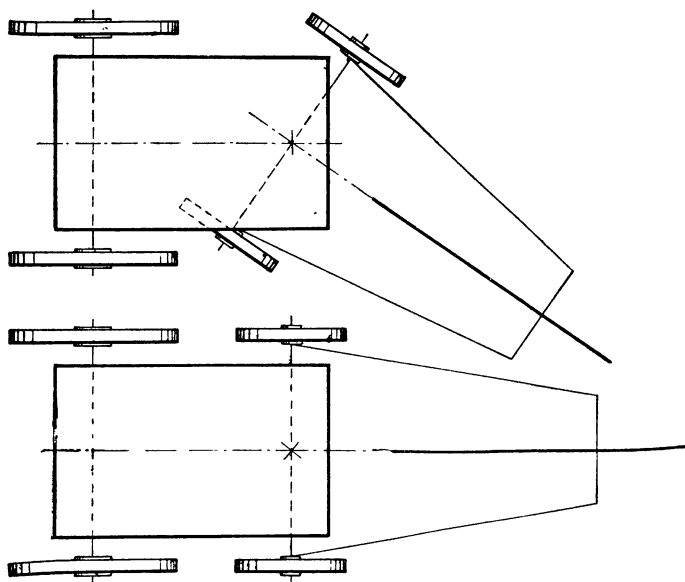

Рис. 184. Поворот передней оси на шкворне.
3. Повернув передок телеги до упора колёс в кузов, измерьте угол поворота изучаемой вами телеги (см. рис. 184).